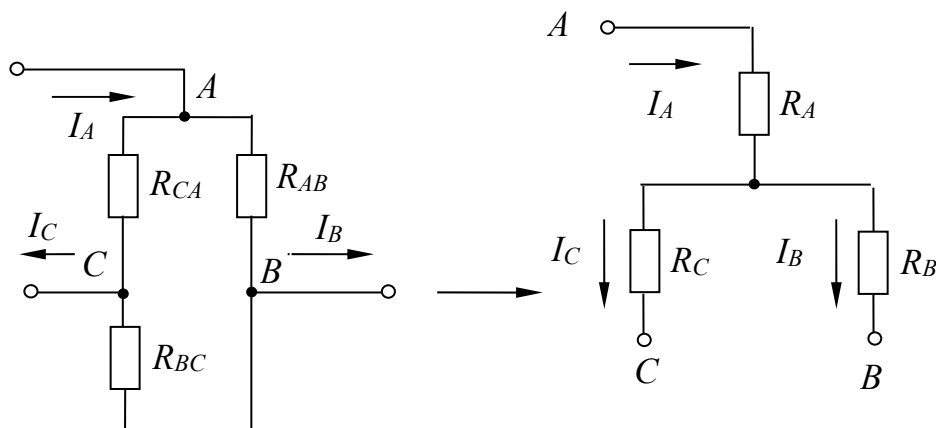

Рисунок 1.2 – Соединение резисторов треугольником и звездой
- преобразование треугольника резисторов в эквивалентную звезду и наоборот (рисунок 1.2).